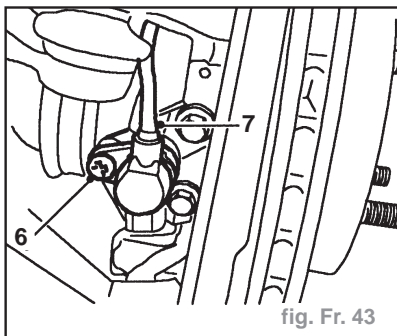

fig. Fr. 43
- Déposer la vis (6) maintenant le capteur sur le moyeu (fig. Fr. 43).
- Déposer le capteur (7) et le faisceau.